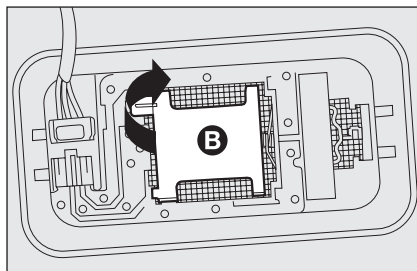

fig. 33
- ☐ abrir a tampa **B-fig. 33** como indicado;